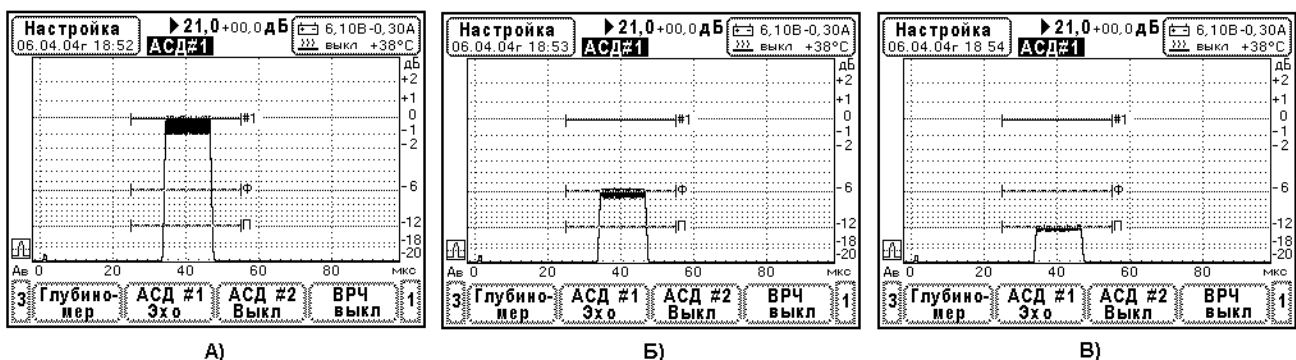

Рис. 10.6.9.1. Вид тест-сигнала на экране дефектоскопа при определении погрешности срабатывания порогового индикатора.
3. Настройка системы АСД#1. В режиме «Настройка» выберите элемент главного меню «АСД#1» (внизу экрана). Затем в окне редактирования параметров выберите элемент меню «АСД#1», тогда открывается окно «Доп. параметры». Здесь установите уровень фиксации –6дБ и поисковый уровень –6дБ, включите световую и звуковую сигнализацию. Закройте окно «Доп. параметры». В окне редактирования установите режим «ЭХО». Далее установите браковочный уровень такой, чтобы линия «#1» находилась на разметке экрана 0дБ. Установите начало и ширину строга АСД#1 таким образом, чтобы захватывался тест-сигнал (Рис. 10.6.9.1.).
4. Определение погрешностей пороговых индикаторов АСД#1. Меняя ослабление аттенюатора АТТ-90-0,1-95/2 найдите минимальную амплитуду тест-сигнала, при которой начинает срабатывать пороговый индикатор на браковочном уровне АСД#1. Зафиксируйте ослабление К1. Уменьшайте ослабление аттенюатора АТТ-90-0,1-95/2 (тест-сигнал увеличивается) и найдите его амплитуду, для которой устойчиво обнаруживает тест-сигнал на браковочном уровне АСД#1 (Рис. 10.6.9.1.А). Зафиксируйте ослабление К2. Погрешность порогового индикатора АСД#1 определяют по формуле $\Delta K = K1 - K2$ [дБ]. Проведите аналогичные операции для определения погрешности порогового индикатора на уровне фиксации «Ф» и поисковом уровне «П» АСД#1 (Рис. 10.6.9.1.Б, В).